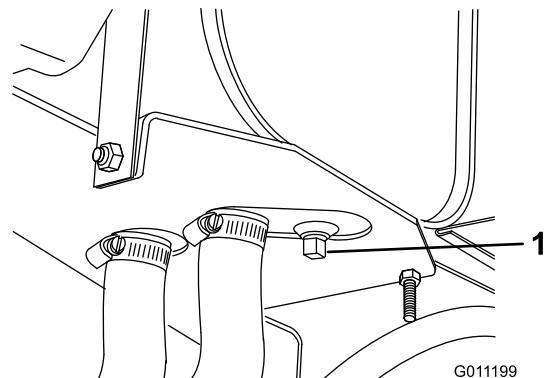

Figure 50
1. Enlevez le bouchon de vidange du réservoir (Figure 50) et laissez l'huile s'écouler dans un bac de vidange. Revissez le bouchon de vidange en place lorsque toute l'huile s'est écoulée.